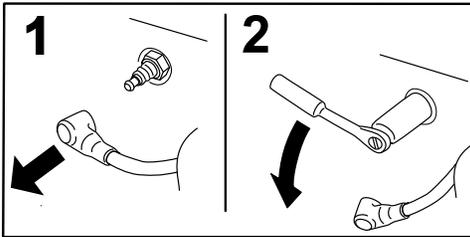

Figura 63
2. Retire la bujía, según se muestra en Figura 63.